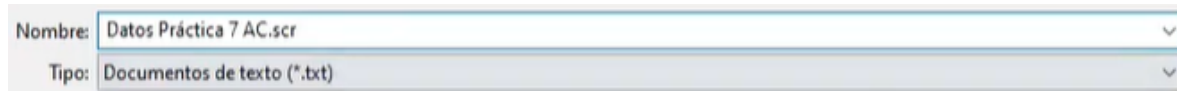

Figura 311. Nombre y extensión del archivo.
13. En el bloc de notas, borrar las dos comas que se encuentran después del comando `_pline` y guardarlo como archivo de texto con extensión “.scr”. Figura 311.